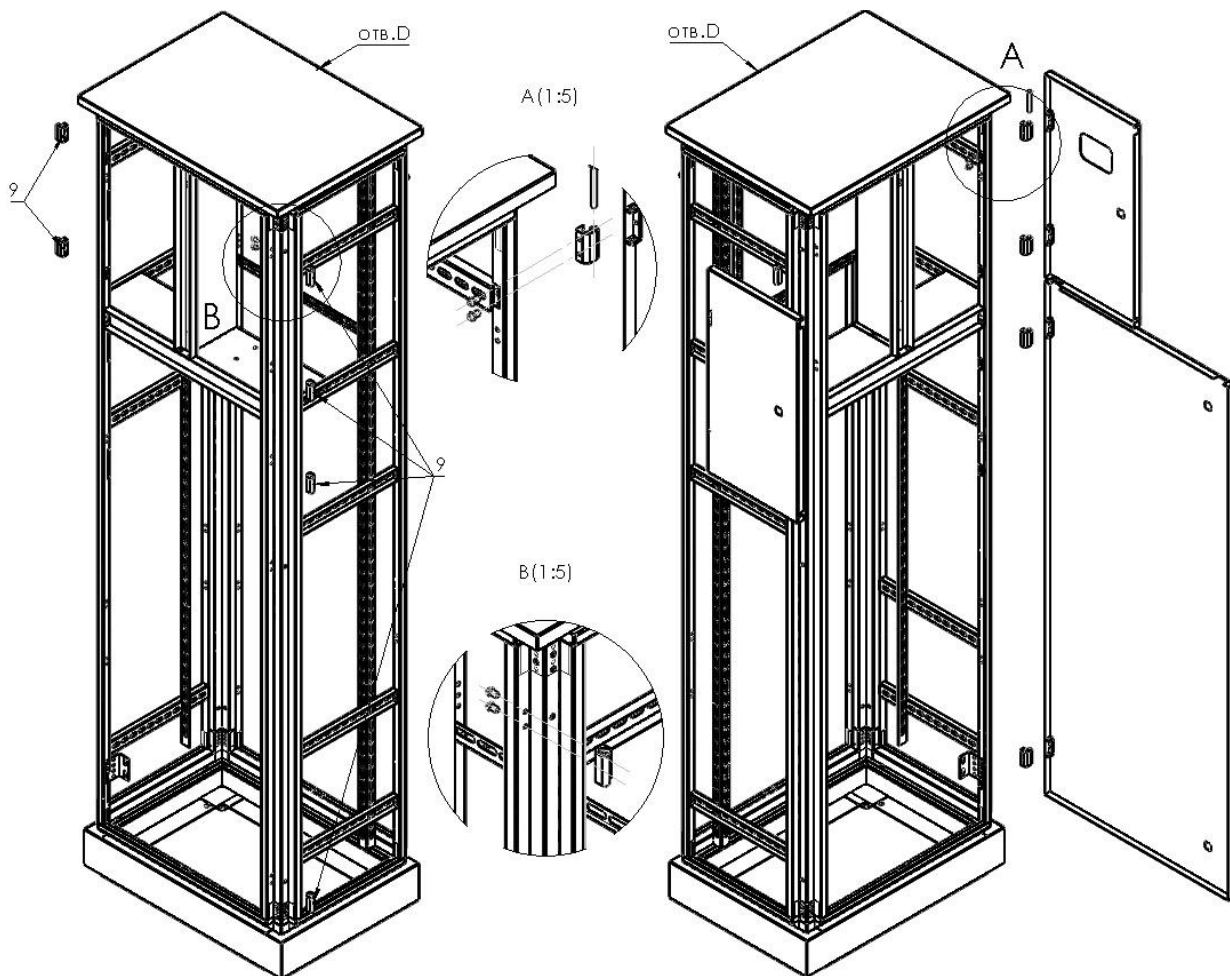

Рис.4 Установка петель и двери.
- 1) Установить петли на стойку согласно **рис.4 вид А.**
- 2) Установить двери на петли и вставить оси **рис.4 вид В.**